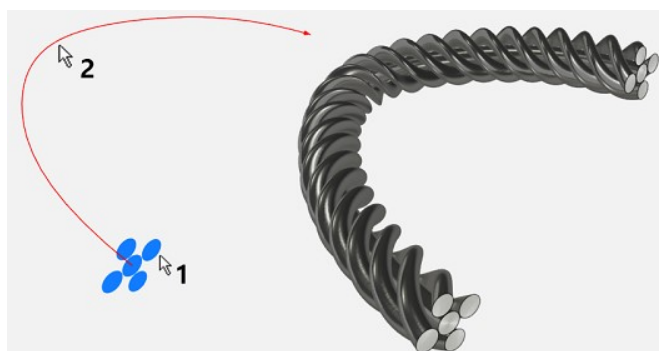

Рис. 27
4. Построение по траектории (рис. 27): операция похожа на выдавливание, но здесь заданный эскиз перемещается вдоль заданной кривой – траектории, построенной в пространстве либо в плоскости (в качестве отдельного эскиза). Дополнительно может быть задано вращение исходного эскиза вокруг заданной траектории по мере его перемещения по ней, что позволяет создавать различные спиральные формы.